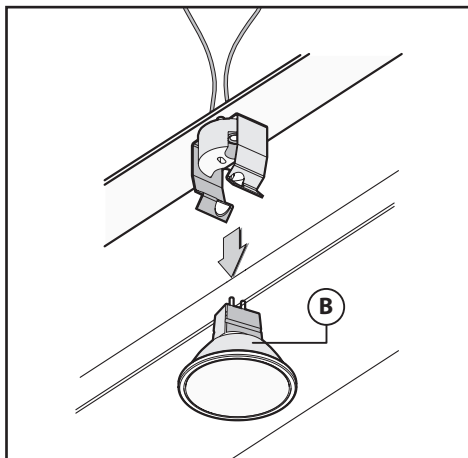

Fig.7
• Remplacement des lampes halogènes (Fig.7):
Pour changer les lampes halogènes **B**, poussez vers le bas, de l'intérieur de la hotte, en vous servant de deux doigts comme illustré (Fig.7). Remplacez-les par des lampes de même type.